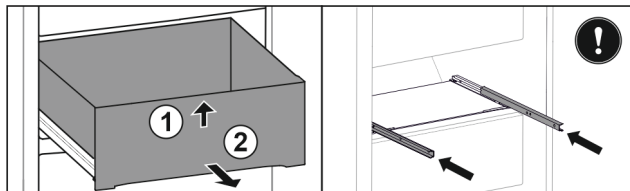

Fig. 98
- ▶ Løft skuffen fremefter. Fig. 98 (1)
- ▶ Tag skuffen ud fremefter. Fig. 98 (2)